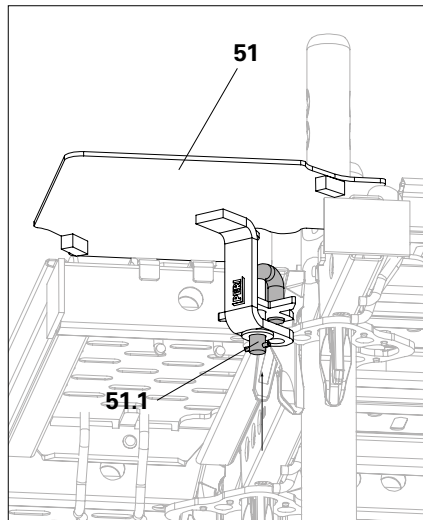

Abb. A7.05a
4. Bolzen des Inneckblech EDP (**51.1**) hochschieben. (Abb. A7.05a)